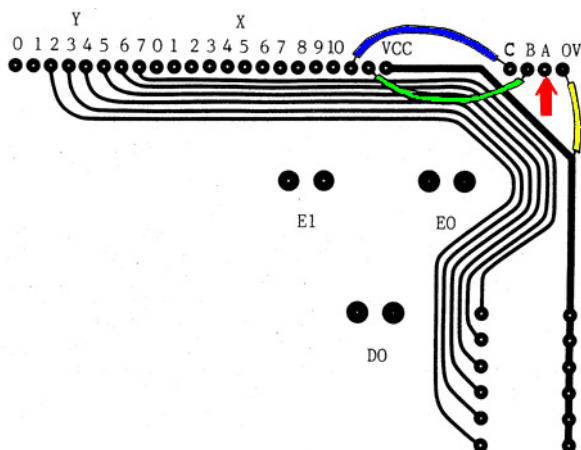

Bild 5: Printausschnitt vom Tastaturprint
- 3.2.2.4 Auf dem Tastenprint den Punkt A, mit der Basis des BC 107 verbinden (siehe Bild 5).